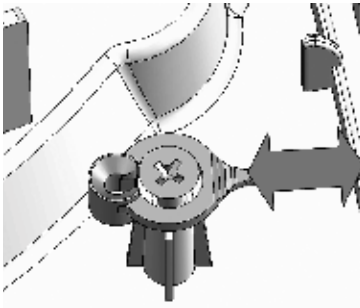

Рис. 21. Крепление крышки
- Чтобы снять крепление крышки, действуйте, как показано на рис. 21. Чтобы поставить ее на место, выполните операции в обратном порядке.